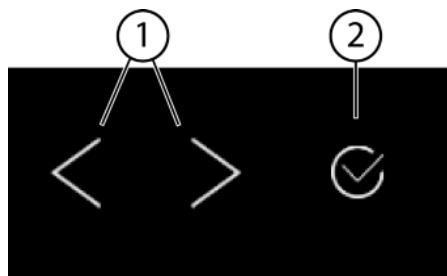
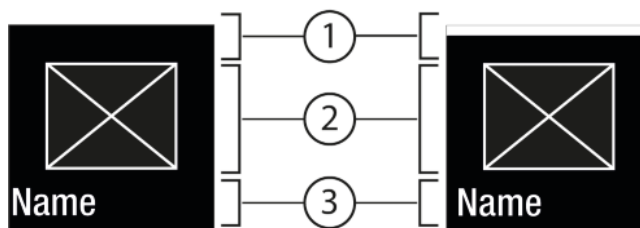
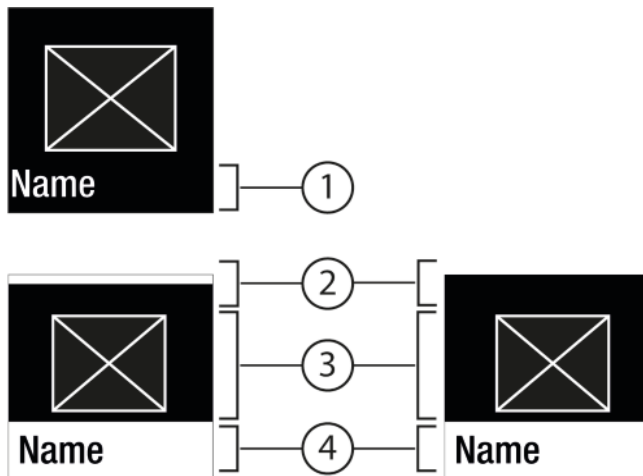

Fig. 5
Fig. 6
Fig. 7
- (1) Flechas de navegación izquierda / derecha (2) Confirmar
#### Flechas de navegación izquierda / derecha Fig. 5 (1):
#### Confirmar Fig. 5 (2):
- Navegación con la flecha de navegación izquierda / derecha Fig. 5 (1).
- Con Confirmar Fig. 5 (2) activación / desactivación de la función Fig. 6 (1) / ajuste Fig. 6 (1).
- Acceso al Submenú Fig. 5 (2) con Confirmar Fig. 7 (4).
- Ajuste de nuevo valor: Selección de un valor desactivado Fig. 5 (2) con Confirmar Fig. 6 (1).
- Regreso al menú: Selección del valor ya activado Fig. 5 (2) con Confirmar Fig. 6 (2).
► Pulse las flechas de navegación Fig. 5 (1) hasta que se muestre .
► Pulse Confirmar Fig. 5 (2).
► Pulse las flechas de navegación Fig. 5 (1) hasta que se muestre la función.
► Seleccione el valor de ajuste con las flechas de navegación Fig. 5 (1).
▷ Estado: activado Fig. 6 (1) aparece brevemente en el submenú Fig. 7 (4).
- ▶ Pulse las flechas de navegación *Fig. 5 (1)* hasta que se muestre  Ajustes.
- ▶ Pulse Confirmar *Fig. 5 (2)*.
- ▶ Pulse las flechas de navegación *Fig. 5 (1)* hasta que se muestre el ajuste deseado.